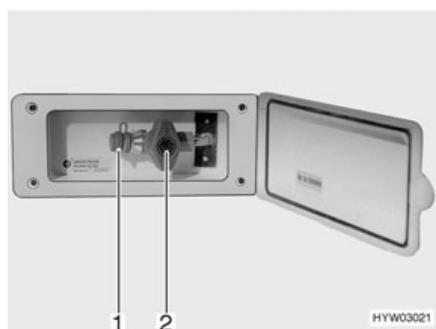

Fig. 152 Toma exterior de gas, válvula de paso de gas cerrada
La toma externa de gas (Fig. 152) está, en función del modelo, en la parte trasera o en el lado izquierdo o derecho del vehículo.
- Conectar el aparato de gas externo en el punto de conexión (Fig. 152,1).
- Abrir la válvula de paso de gas (Fig. 152,2).